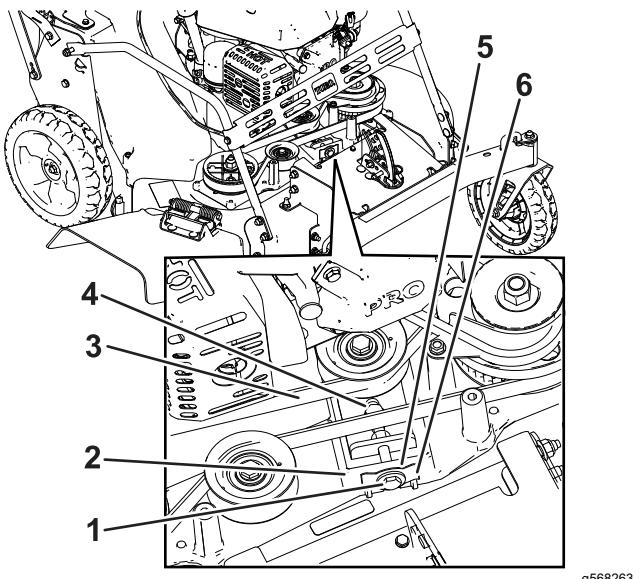

Figure 32
- Retirez les 4 fixations du protège-courroies et déposez celui-ci (Figure 32).
Remarque: Si un espace est visible entre la jauge et le ressort, serrez le boulon et l'écrou de réglage jusqu'à ce que la jauge d'épaisseur puisse à peine passer dans l'espace; voir Figure 32.
- 7. Desserrez le boulon de réglage (Figure 32).